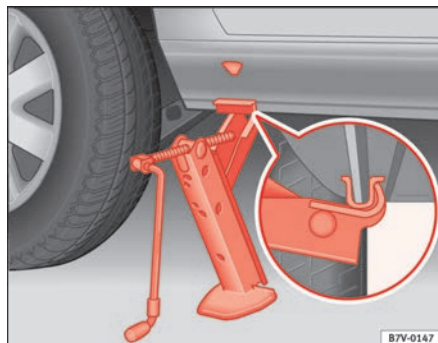

Fig. 160 Posición del gato en la parte trasera derecha
4. A la vez que coloca el gato, gire la manivela hasta que la garra encaje en el alojamiento ⇒ **fig. 160** (flecha) de los bajos del vehículo ⇒ .
- La garra del gato debe encajar en el alojamiento de los bajos para evitar que se desplace al elevar el vehículo ⇒ página 254, fig. 160.